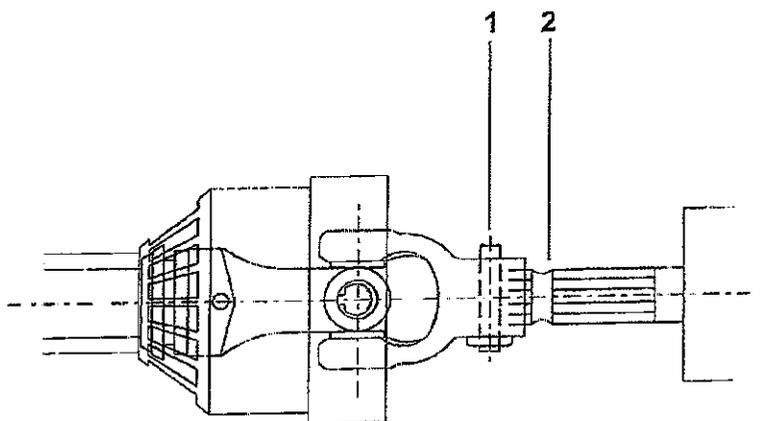

Fig 4-8
Antes de proceder con la conexión, comprobar que el pasador de seguridad 1 (fig 4-8) se deslice libremente. En caso contrario, limpiarlo y si es necesario lubricarlo.
- Acoplar y empujar el árbol de Cardán en el árbol ranurado de la caja de engranajes hasta que se pare (fig 4-8)